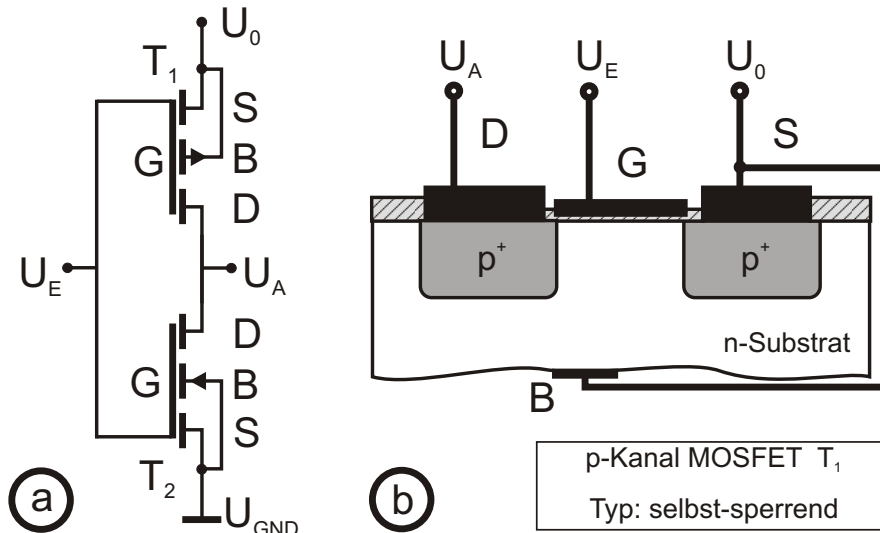

Abb. 4.1: (a) CMOS-Inverter (b) Querschnitt eines integrierten MOSFET
- 4.1 a) Siehe Abb. 4.1.
b) Siehe Abb. 4.1.
c) Siehe Abb. 4.1.
e) Siehe Abb. 4.1.